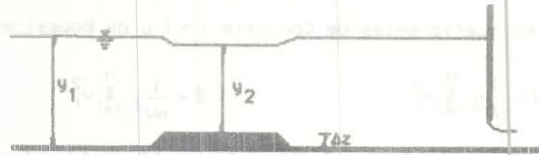

Figura 1.
3. Provoque un perfil como el mostrado en la figura 1, regulándolo con la compuerta de aguas abajo.